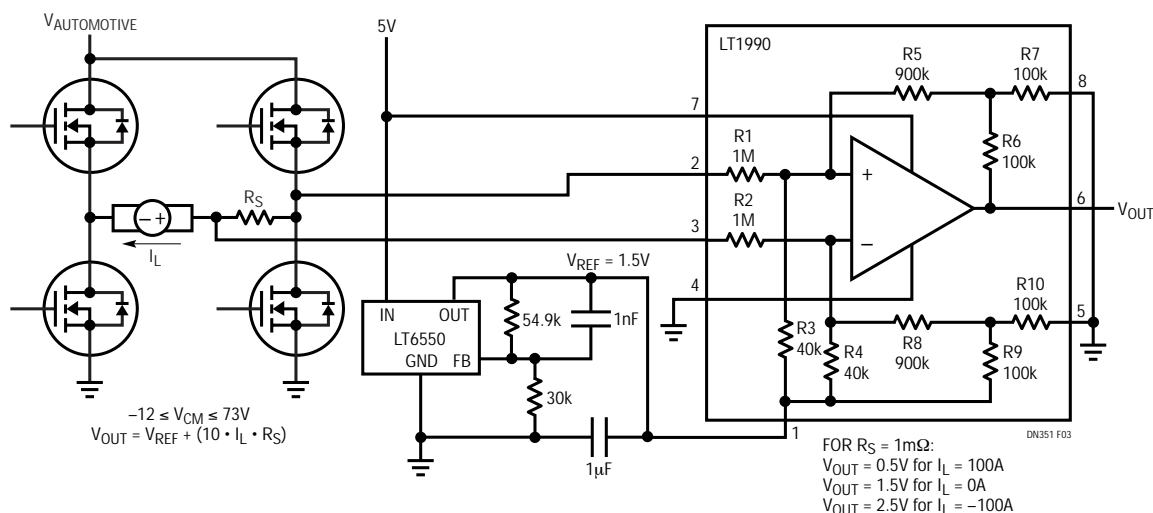

図3．単極処理のための両方向信号のオフセット設定
これを解決するデザインのひとつとして、電圧リファレンス回路で入力計装アンプ (IA) のREFポートをドライブすることにより、制御されたオフセット・マッピングを導入します。このオフセット・マッピングにより、ADCが正確に「ゼロ入力」信号レベルを捕捉するか、あるいは正方向のみの入力ウィンドウ内で制御された負の信号変換範囲と与えることができます。両方向のモーター電流を検出する、単電源動作のLT1990差動アンプを図3に示します。LT6650リファレンスは回路にとって最適なREF入力レベル(この例では1.5V)を与えるように構成されています。このレベルにより、有効同相入力範囲が確立されるとともに必要な両方向信号スパンを単電源ADCの変換範囲にマップする出力オフセットが導入されます。高精度アプリケーションでは、オフセット電圧自体もデジタル化できるので、ソフトウェア・アルゴリズムによって測定を正確に「自動ゼロ調整」することができます。マルチチャネルのデータ収集システムでは、一般に1個のLT6650がIAアレイの全体にオフセット信号を与えることができます。